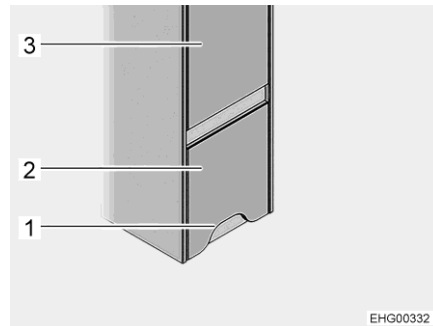
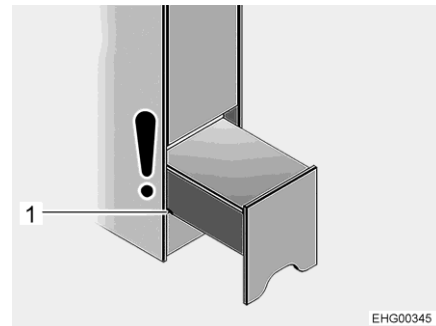

Fig. 77 Aide à la montée (fermée)
Fig. 78 Aide à la montée (position nocturne)
L'aide à la montée est montée du côté droit du véhicule, sous la penderie (Fig. 77,3) située devant le lit arrière.
- ▷ La porte du cabinet de toilette se trouve en face de l'aide à la montée. Tant que l'aide à la montée n'est pas entièrement sortie ("position nocturne", voir Fig. 78), la porte du cabinet de toilette peut encore être ouverte. Quand l'aide à la montée est entièrement sortie pour avoir accès au compartiment de rangement, la porte du cabinet de toilette ne peut plus être entièrement ouverte.
- Saisir l'aide à la montée (Fig. 77,2) par l'évidement (Fig. 77,1), soulever légèrement et ouvrir jusqu'à la première rainure (Fig. 78,1) (position nocturne).